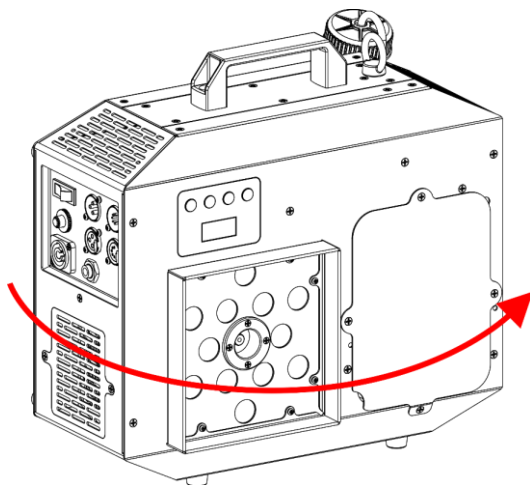

Fig. 20
- 15) Gire el dispositivo y vaya a la parte posterior, como se muestra en la Fig. 20.